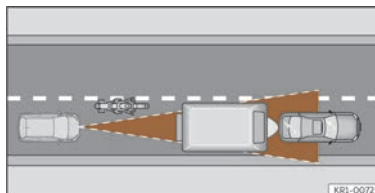

Fig. 125 Motocycliste circulant à l'avant hors du rayon d'action du capteur radar.
- Véhicules circulant de manière non alignée ou en dehors de la zone de détection du capteur, par exemple, des motos >>> **fig. 125**.